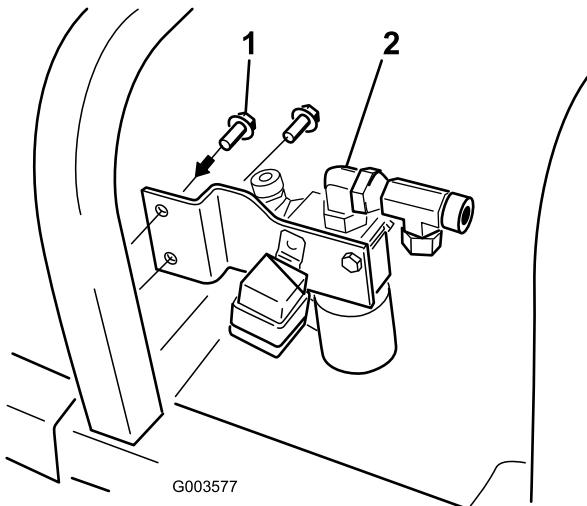

Bild 13
7. Befestigen Sie die Ventilverhalter mit zwei Gewindeschrauben ($\frac{9}{32}$ " x $\frac{3}{4}$ ") am Maschinenrahmen, siehe Bild 13.